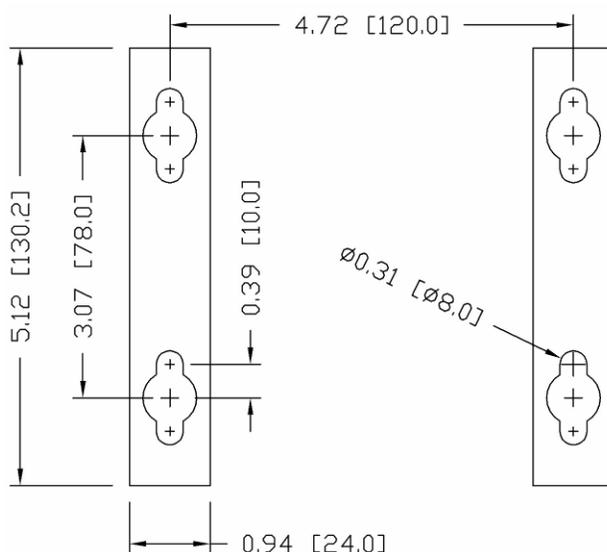

Figura A-22: forometria per il montaggio
4. Contrassegno della posizione dei fori di montaggio sulla superficie verticale, in base alle dimensioni illustrate in Figura A-22.